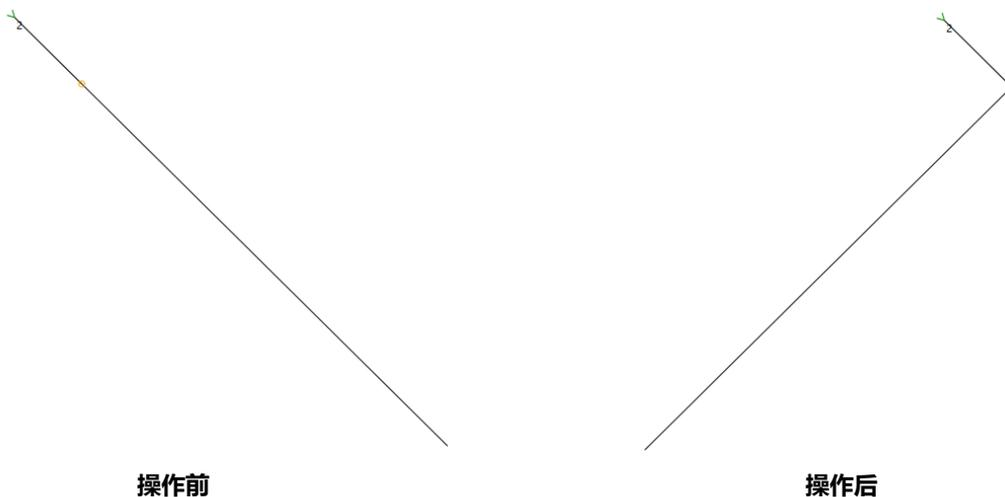

图 5.6.5d Y 轴镜像操作示意
③将“参考点为中心”√起时，点击“Y 轴镜像”或“X 轴镜像”，此处以 Y 轴镜像为例。图形则会以参考点为中心进行 Y 轴镜像的操作，操作示意如下图 5.6.5d 所示。